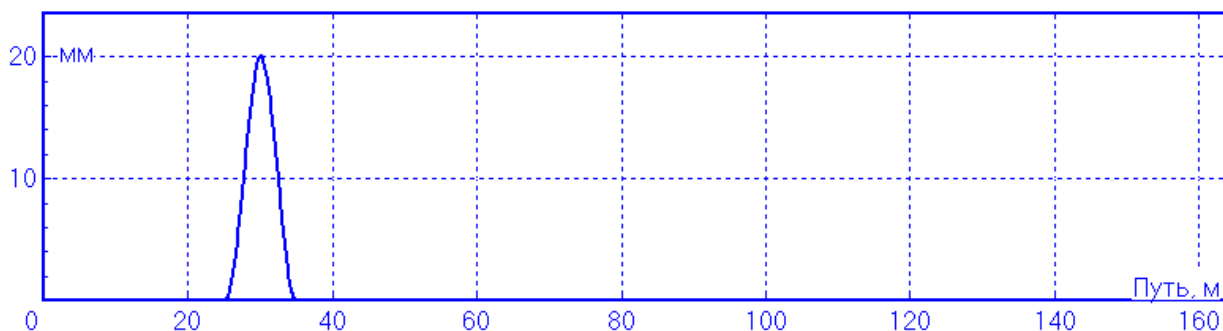
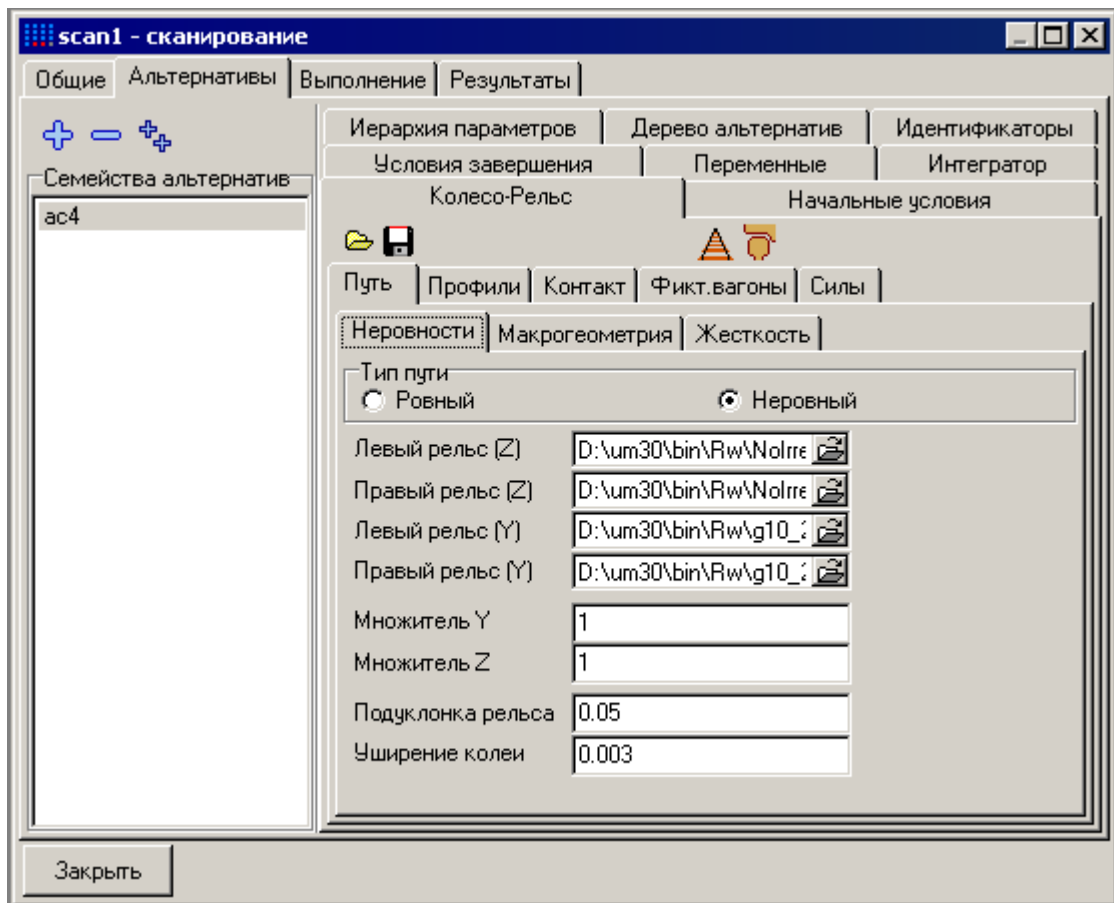

Рис. 3.9. Неровность пути в плане. Файл **g10\_20.way**
Рис. 3.10. Настройка неровностей путевой структуры
1. Итак, настроим неровности путевой структуры. Перейдите на закладку **Колесо-Рельс / Путь / Неровности**. Установите **Тип пути** в значение **Неровный**. В качестве файлов вертикальных (Z) неровностей выберите файл **NoIrregularities.way** (нет неровностей), а для горизонтальных (Y) неровностей выберите файл **g10\_20.way**, содержащий единичную неровность в начале пути, см. рис. 3.9. Окончательный вид закладки представлен на рис. 3.10.